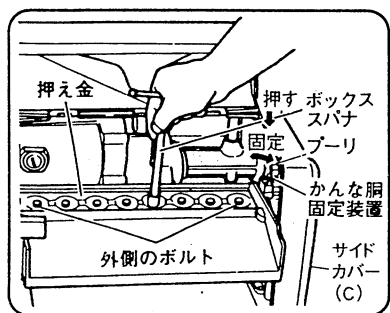
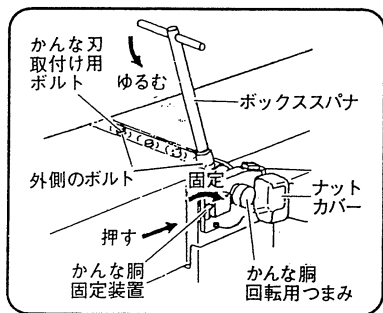

図 22
図 24
(2) 手押部のナットカバー(図 24 参照)を開き、かなな胴回転用つまみをまわし、自動かなな部のかなな刃取付け用ボルト(図 22 参照)の位置を上にします。
(2) サイドカバー(C)側部のノブボルトをゆるめ、プーリカバーをひらくとプーリがあります。プーリをまわし、かなな刃取付け用ボルト(図 22 参照)の位置を上側にします。
(6) かな胴固定装置のレバー(図 22 参照)を左にまわして固定を解除し、かな胴回転用つまみ(図 24 参照)またはプーリー(図 22 参照)をまわし、刃先が上側の位置で再度かな胴を固定します。
(7) 付属のメガネスパナ(10mm)で残りの外側2本のかな刃取付け用ボルトをゆるめるとかな刃はばねに押されて数ミリ飛び出します。
(8) かな刃の両端を指でつかみ取りはずします。
(3) ナットカバーをひらき、かな刃の回転用つまみをまわし、かな刃取付け用ボルトの位置を上側にします。
(4) かな刃固定装置のレバーを指先で押し、右(図 24 固定側)にまわしてかな刃を固定します。
(5) 付属のボックススパナ(10mm)で4本のかな刃取付け用ボルトのうち内側2本をゆるめて抜き取ります。
(6) 残った外側2本のかな刃取付け用ボルトは1/4回転程度ゆるめます。
(7) その後は24ページ「1. 自動かな盤の場合」と同じ要領で取りはずします。
(1) 手押かな部のかな刃回転用つまみ(図 24 参照)をまわし自動かな部の裏刃部が上になる位置にします。
(1) サイドカバー(C)側部のプーリ(図 22 参照)をまわしてかな刃の裏刃部が上になる位置にします。
(2) かな刃固定装置のレバーを指先で押し右にまわしてかな刃を固定します。
(6) かなな胴固定装置のレバーを左にまわし固定を解除しかなな胴回転つまみ (図 24 参照) または、プーリ (図 22 参照) をまわしかんな刃取付け用ボルトが上になる位置で再度固定します。
(7) 内側の 6 本のかなな刃取付け用ボルトをねじ込み、付属のボックススパナ (10mm) ですべてのかなな刃取付け用ボルトを十分に締付けます。
(8) 取付けが終わったらかなな胴固定装置のレバーを左にまわし固定を解除します。